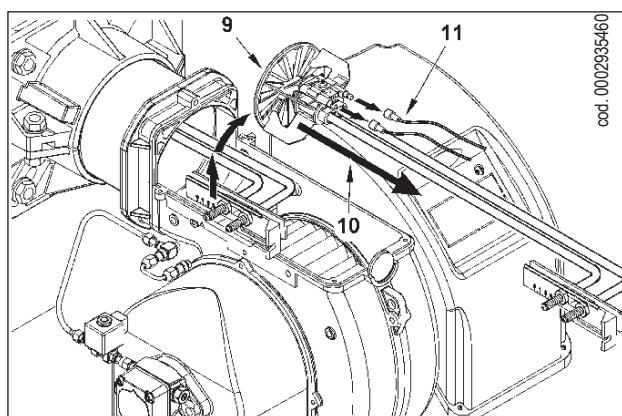

figura-3
- 4) Sollevare leggermente il gruppo di miscelazione 9 (figura 3), quindi estrarre completamente il gruppo stesso nella direzione indicata dalla freccia 10, dopo aver sfilato i cavi di accensione 11 dai rispettivi elettrodi.